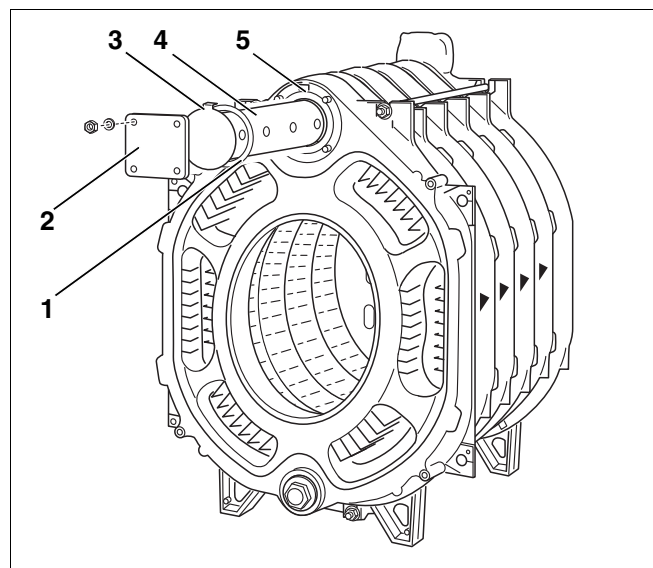

Fig. 19 Montage – tube injecteur
- Glisser le joint plat (fig. 19, [1]) sur le tube injecteur (fig. 19, [4]).
- Fermer avec la bride pleine (fig. 19, [2]).
L'ergot (fig. 19, [3]) de la tôle d'extrémité du tube injecteur doit bien s'intégrer dans l'évidement du moyeu supérieur de la chaudière (fig. 19, [5]). Le tube injecteur est fixé de manière à ce que les orifices de sortie soient placés dans le bon angle. Ceci permet de garantir une répartition optimale de l'eau dans la zone du moyeu supérieur.